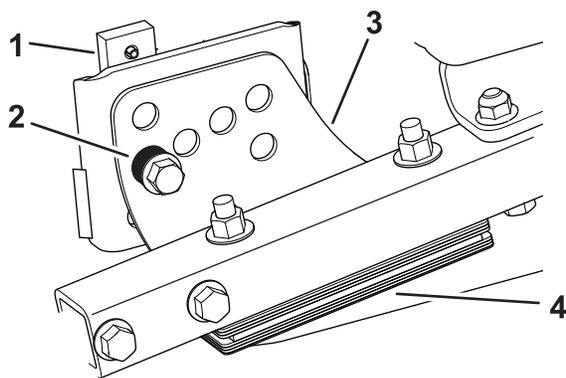

図 21
2. 図 21 のように、各刈り高ブラケットを刈り高プレート前と右と左に固定しているボルトをゆるめる。
- チェンバを支えておきながらスペースを取り外す 図 21。